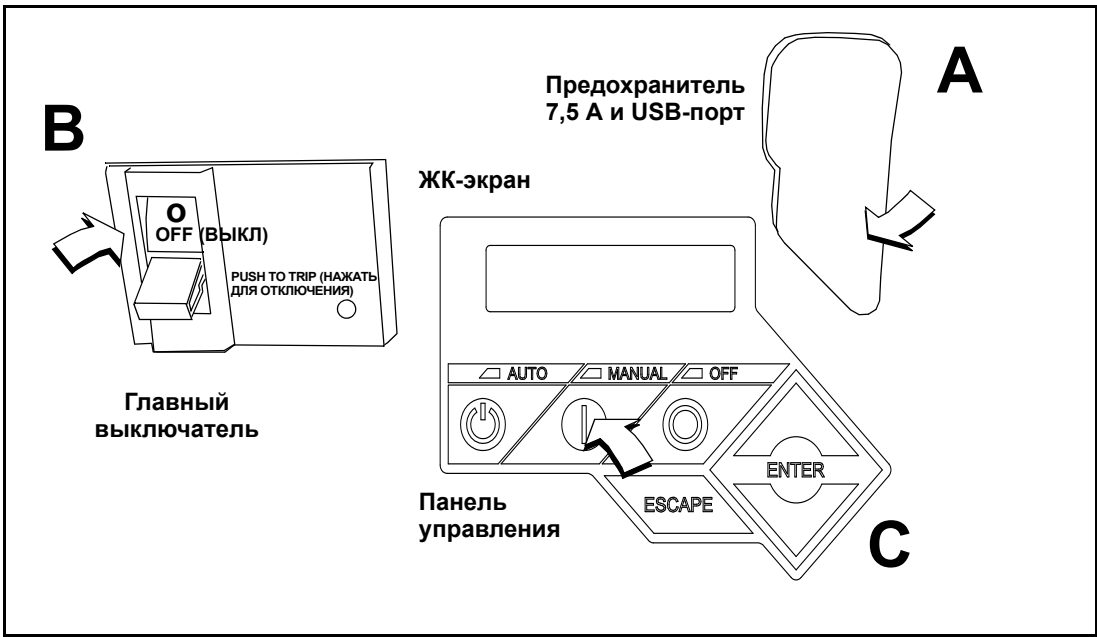

Рис. 3-5. Панель управления генератора
- 1. Приподнимите защитный резиновый клапан, покрывающий держатель для предохранителя, и установите предохранитель 7,5 А. См. пункт «А» на Рис. 3-5.
- 2. Переведите главный выключатель вниз в положение OFF (ВЫКЛ) (Разомкнутое положение). См. пункт «В» на Рис. 3-5.
- 3. Нажмите MANUAL (РУЧНОЙ) на панели управления, чтобы запустить двигатель. Сработает синий светодиод, подтверждающий переход системы в режим MANUAL (РУЧНОЙ). См. пункт «С» на Рис. 3-5.